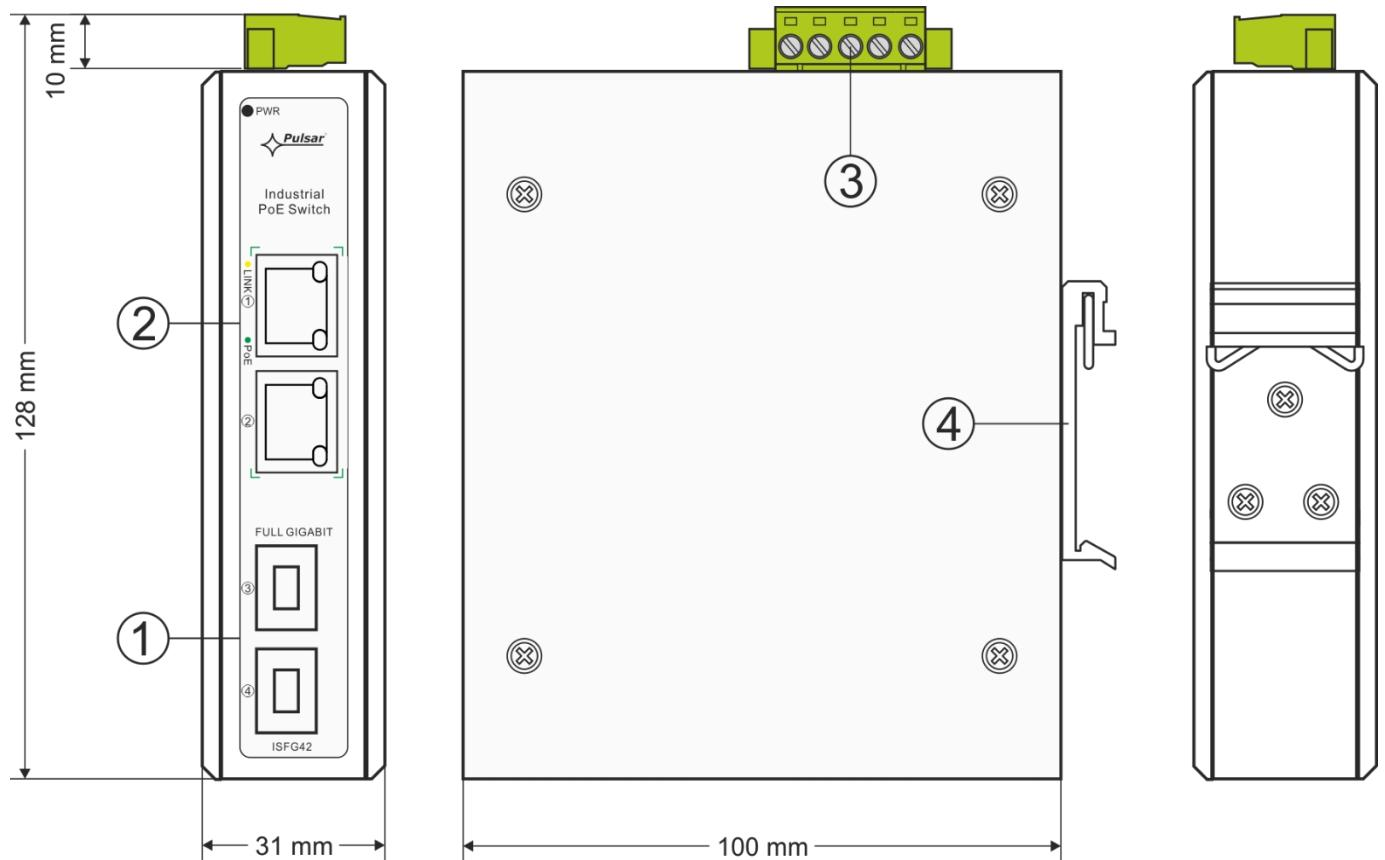

Abb. 2. Die Ansicht des Schalters.
1.3 Beschreibung der Komponenten und Anschlüsse. Tabelle 1. (Siehe Abb. 2)
Bauteil Nr. (Abb. 2)	Beschreibung